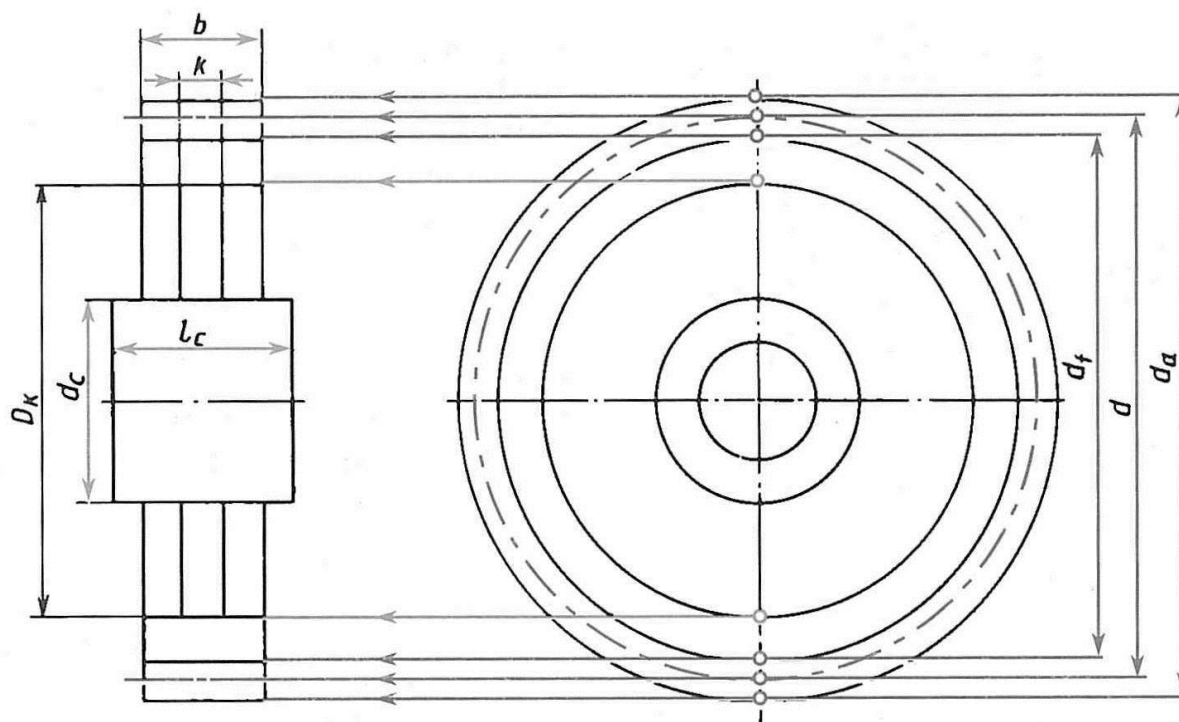

Рисунок 2.6 – Задание к теме 4.
**Задание к теме 4.** Выполнить чертеж прямозубого цилиндрического зубчатого колеса в разрезе (рисунок 2.6.). Размеры принять произвольно.